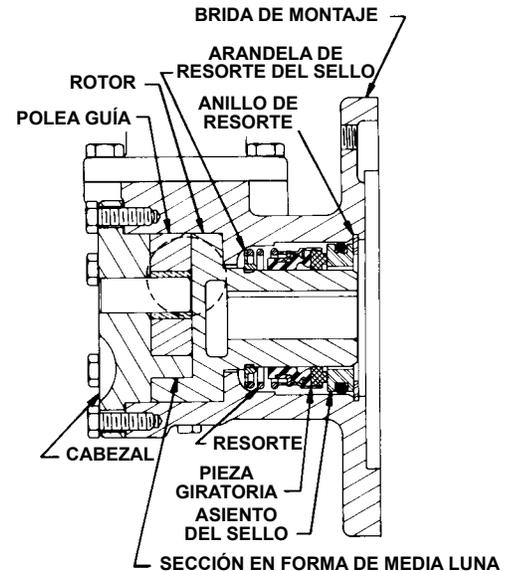

FIGURA 9
Para volver a montar los modelos G475 ó GG475 Bombas de sello mecánico: consulte la Figura 9
Observe la posición correcta de la polea guía y de la sección en forma de luna (Consulte la Figura 9 y el paso 2 de Desmontaje). Apriete los tornillos prisioneros del cabezal y luego revise el espacio final.
6. **INSTALE EL SELLO MECÁNICO.** Deslice la arandela de resorte del sello sobre el cubo del rotor lo más lejos posible. Lave el cubo del rotor y el diámetro interior de la caja del sello con aceite liviano (no grasa) y monte el resorte, la pieza giratoria y el asiento del sello mecánico en su posición, consulte la Figura 9.